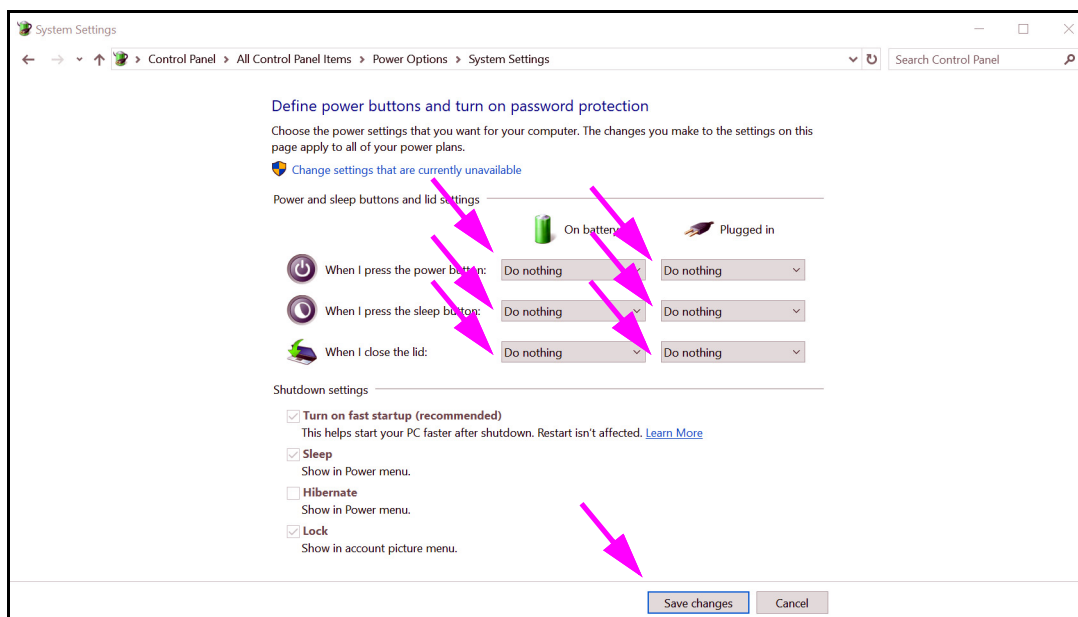

Figura 2-30. Fereastra Setări sistem
10. **Doar laptopuri:** În fereastra Opțiuni de alimentare (Power Options), faceți clic pe opțiunea **Alegerea acțiunii la închiderea capacului (Choose what closing the lid does)**. Apare fereastra Setări sistem (System Settings) (consultați Figura 2-30). Setări toate setările pe **Nicio acțiune (Do nothing)** și faceți clic pe **Salvare modificări (Save Changes)**.